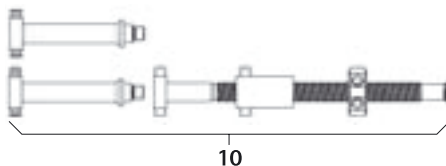

Fig. 14
- Montar el distractor de husillo 10, ver Fig. 14.